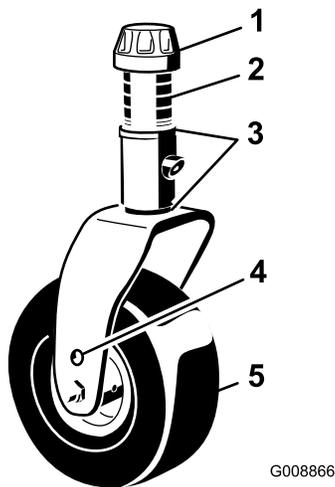

Figura 19
3. Posizionate i fuselli delle ruote orientabili negli stessi fori di entrambe le forcelle delle ruote orientabili (Figura 19).
4. Rimuovete il cappuccio di tensione dall'asse del perno (Figura 19) ed estraete il perno dal braccio della ruota orientabile.